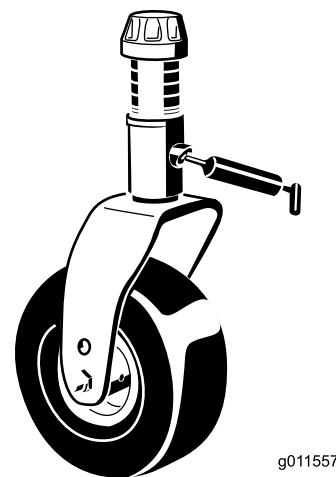

Figure 63
- 2 bagues d'axe de fourche de roue pivotante (Figure 63)